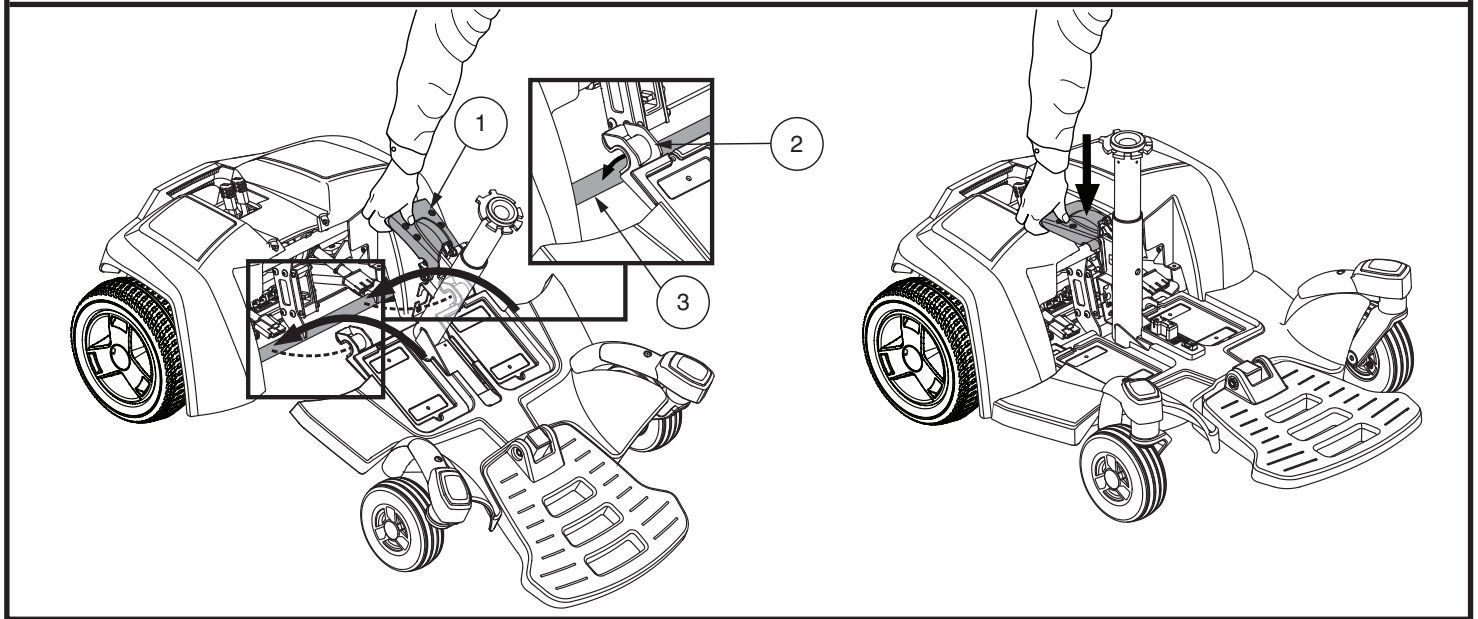

Abb. 7. Go-Chair Montage
1. Verwenden Sie den Rahmenlösehebel den vorderen Abschnitt zu heben, wie Sie die Rahmenhaken des Vorderteils mit dem unteren Rahmenrohr des hinteren Abschnitts ausrichten. **Siehe Abb. 7.**
2. Sobald die Rahmenhaken über der unteren Rahmenrohr sind, den vorderen Teil senken und den hinteren Teil gleichzeitig schwenken. Dadurch wird der Rahmen Lock-up greifen automatisch. **Siehe Abb. 7.**